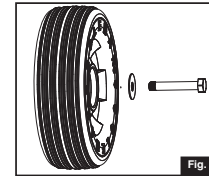

Fig. 3
- Assemblez les roulettes au piètement. Fixez chacune, à l'axe à cet effet, à l'aide d'un boulon et une rondelle. (Fig. 3 et 4)